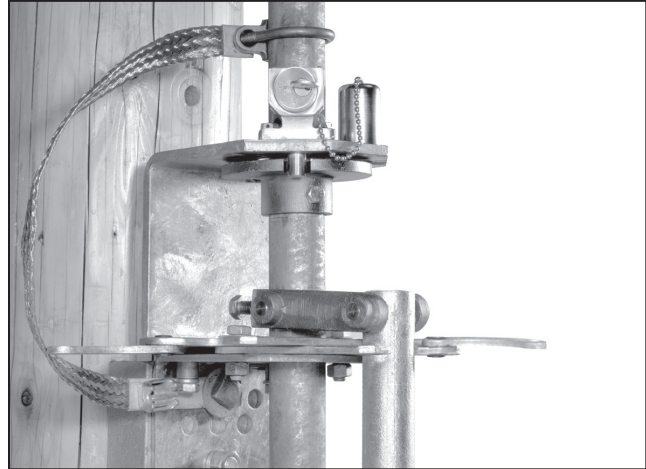

Figura 26. Tubo interfases conectando os polos da chave às ferragens.
**PASSO 23.** Segure o disco de travamento a 10 mm ( $\frac{3}{8}$  polegada) abaixo do suporte do intertravamento e faça furos de 11 mm ( $\frac{7}{16}$  polegada) ao longo da seção do tubo de operação usando como referência os furos do colar do disco de travamento. Monte o disco de travamento ao tubo usando um parafuso de  $\frac{3}{8}$ -16x3 polegada, arruela de pressão e porca presentes no material fornecido. Ver Figura 26.